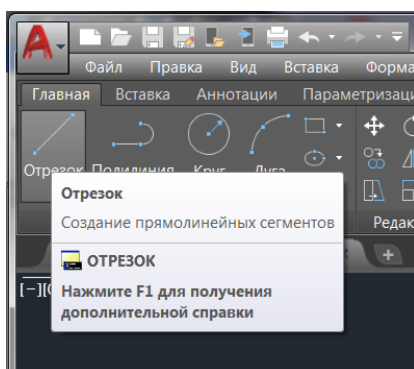

Рисунок 13 – Выбор команды Отрезок на панели рисования
1. Наведите графический курсор на первый значок на панели рисования. Этот значок является значком линии. Обратите внимание, что рядом с курсором отображается краткое описание команды Отрезок. (Рисунок 13)